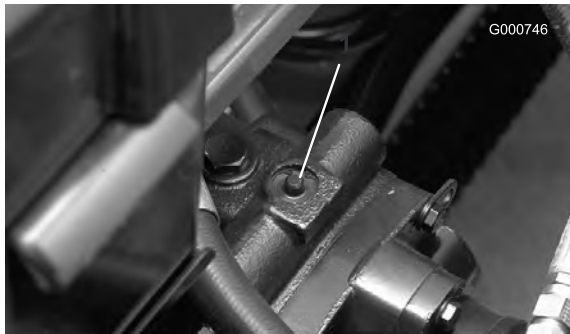

Figure 38
1. La vanne de dérivation se trouve en haut de la pompe à cylindrée variable (Figure 38). Tournez la vanne à 90° dans l'un ou l'autre sens pour l'ouvrir et dériver l'huile à l'intérieur de la transmission. Il est alors possible de déplacer la machine lentement sans endommager la transmission.